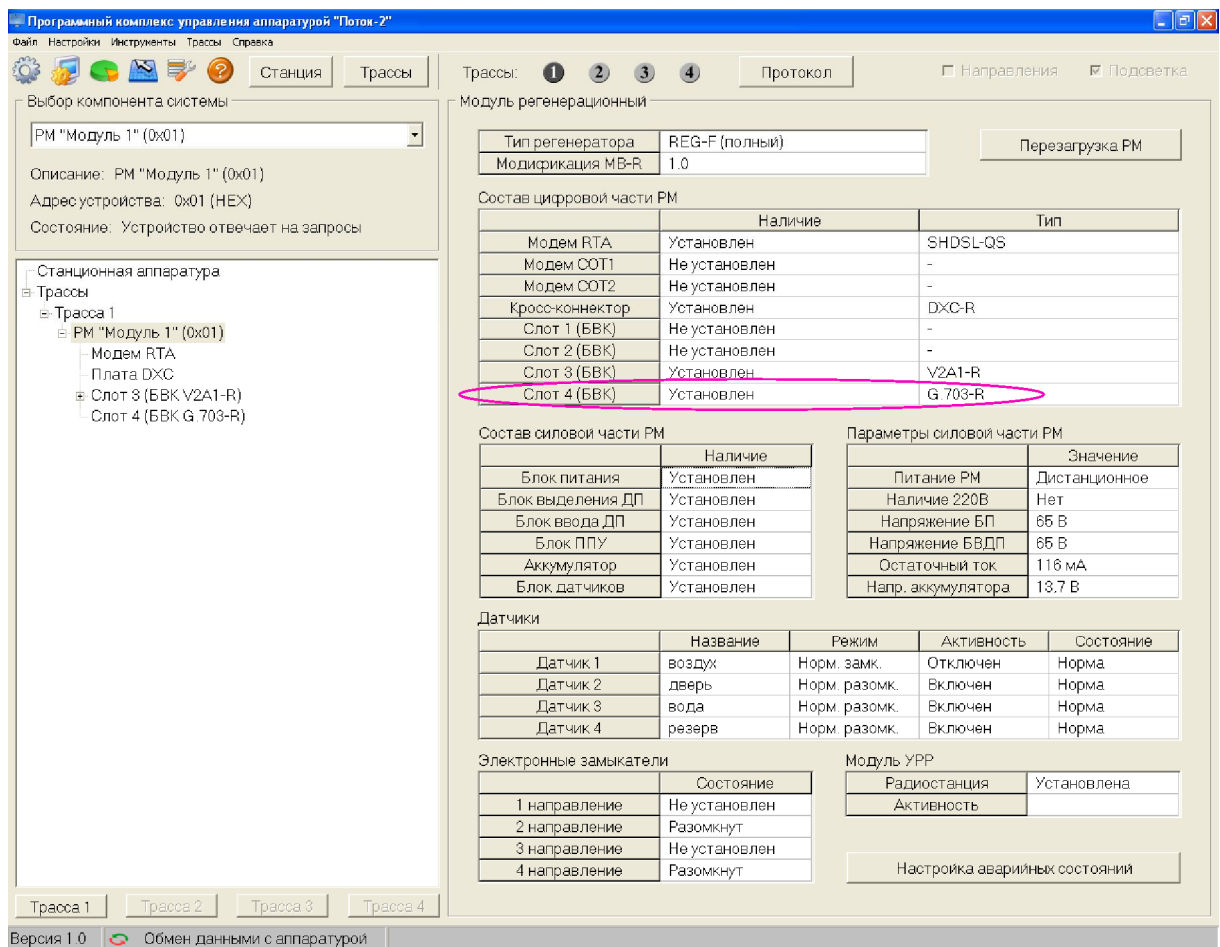

Рисунок 1
5.1.1 Наличие блока G703-R определяется в ПО “Поток-2” на модуль регенерационный REG-F (см. рисунок 1).
5.5.2 При нажатии кнопки **“Перезагрузка РМ”** (см. рисунок 1) произойдет сброс всех блоков выделения каналов слота 1...4, в том числе и блока G703-R.